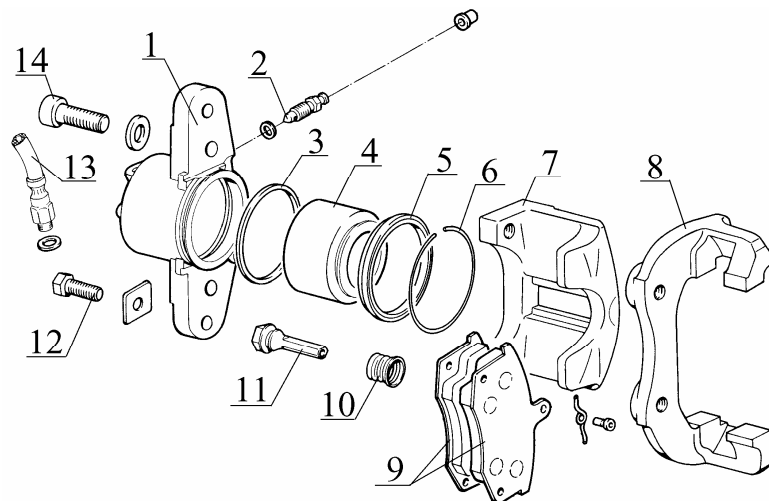

Рис.6 Детали суппорта переднего тормоза 2108/10/12-3501012/13, 1118-3501012/13, 1118-3501012-10/13-10.
6.2 Отсоединить шланг 13, рис.6, расконтрить и отвернуть болты 12 крепления цилиндра к направляющим пальцам, придерживая ключом за грани направляющий палец 11 (головка торцовая 13, вороток, ключ гаечный 17).
- для автомобилей семейства LADA 2108, 2110, 2114, 1118, 2170 на направляющие пальцы, (дет. поз.11, рис.6), нанести смазку УНИОЛ-1 (норма расхода - 1,5 г на каждый палец);